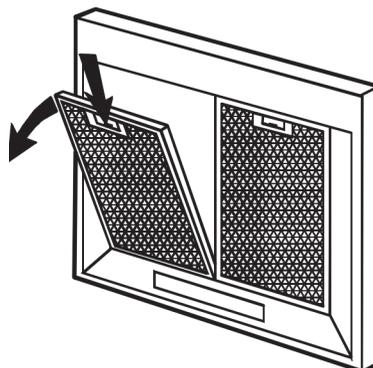

fig.6
2. Retirez les filtres métalliques (fig. 6).